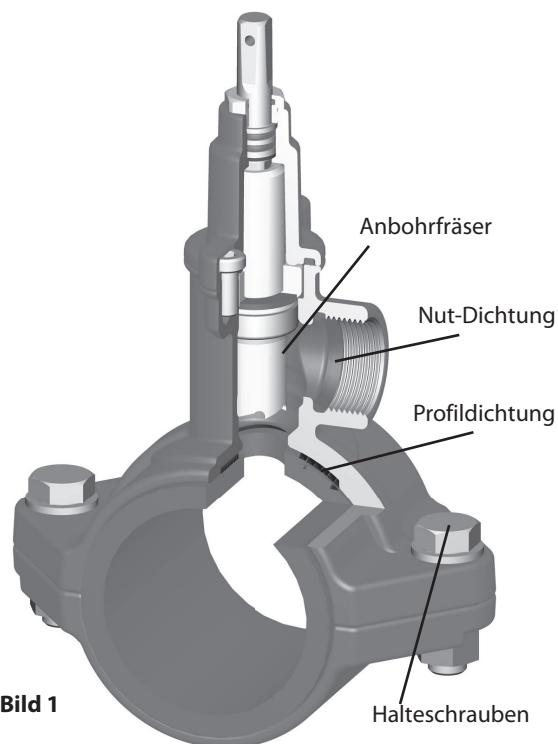

Bild 1
2. Der Anbohrfräser ist vor dem Aufsetzen des Anschlußstückes vollständig zurückzufahren (Bild 1).